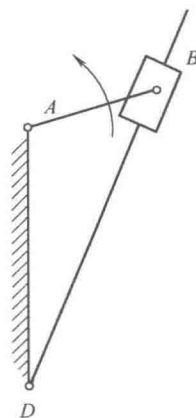

图 3-7
- 3-13** 图 3-7 所示为一摆动导杆机构，曲柄主动，转向如图所示。要求：